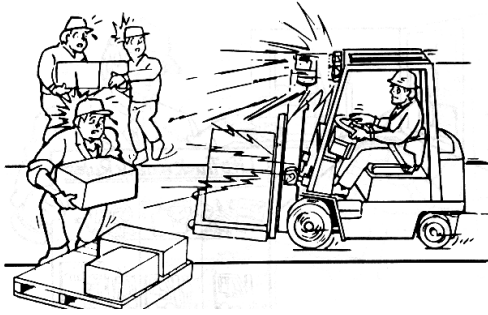

Fig. 10.11 Peatones
- La seguridad de los peatones es de primordial responsabilidad para el conductor. Los peatones siempre deben tener prioridad. Preste especial atención cuando haga un viraje. Los conductores no deberán hacer destellar las luces o sonar el claxon para echar a los peatones de su vía de circulación (Ver Fig. 10.11). Asegúrese de que los peatones tengan conciencia de la proximidad de su montacargas, y de requerirse, utilice una señal de aviso.